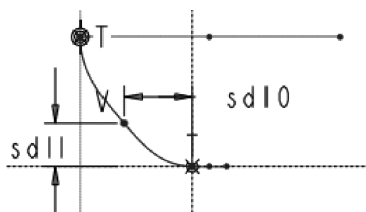

图 6-114 尺寸变为参数
(8) 单击选择栏中的【工具】|【关系】选项，打开【关系】窗口，此时图形区截面的尺寸以参数的形式出现，如图 6-114 所示。